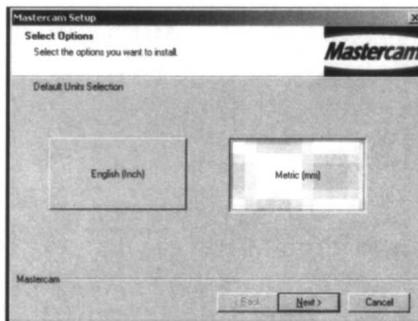

图 1-6
(5) 显示 Select Options (选择选项) 对话框, 选择 Metric (mm) (公制), 如图 1-6 所示, 单击 “Next” (下一步) 按钮。